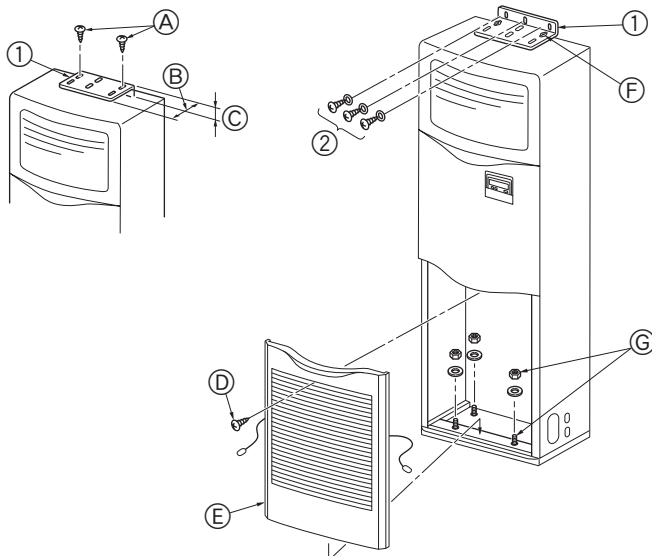

Fig. 3-2
①	Devrilmeyi engelleyen köşebent	1	Ünitenin üst yüzeyi.
②	Kılavuz vidalar (rondela ile)	3	Hava giriş ızgarasının içi.
③	Gaz borusu yalıtımı (büyük)	1
④	Sıvı borusu yalıtımı (küçük)	1
⑤	Bant	5
⑥	Drenaj soketi	1
⑦	Rakor (kablo deliği için)	2
3.2. Devrilmeyi engelleyen köşebent (Fig. 3-2)